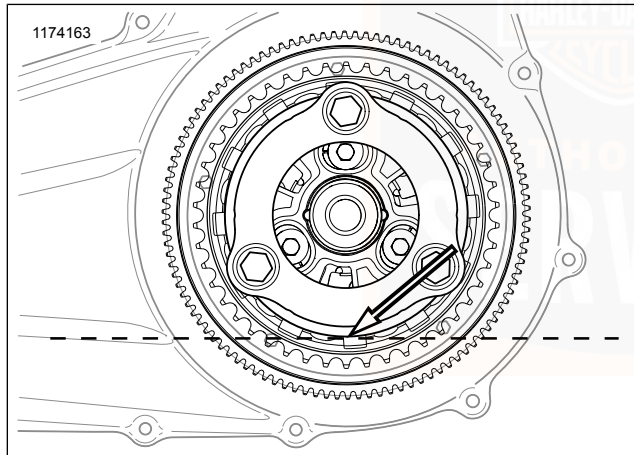

Abbildung 59. Stand des Primärkettengehäuse-Schmiermittels
- b. Siehe Abbildung 59. Der korrekte Füllstand liegt ca.